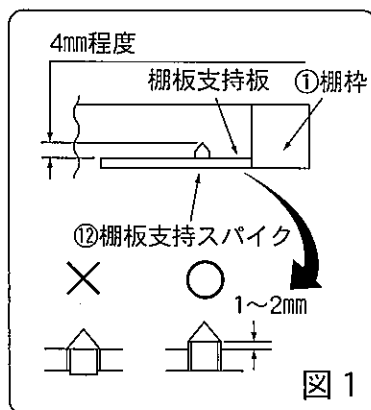

図1
- (3) 前面の1ヶ所および後面の2ヶ所は図1のように⑫棚板支持スパイクを基準の高さに設定します。各段について同様にします。